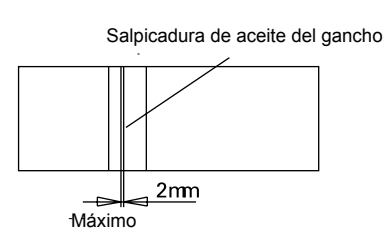

Figura 10
**Verifique que la cantidad de aceite suministrado es la adecuada (Figura 10)**